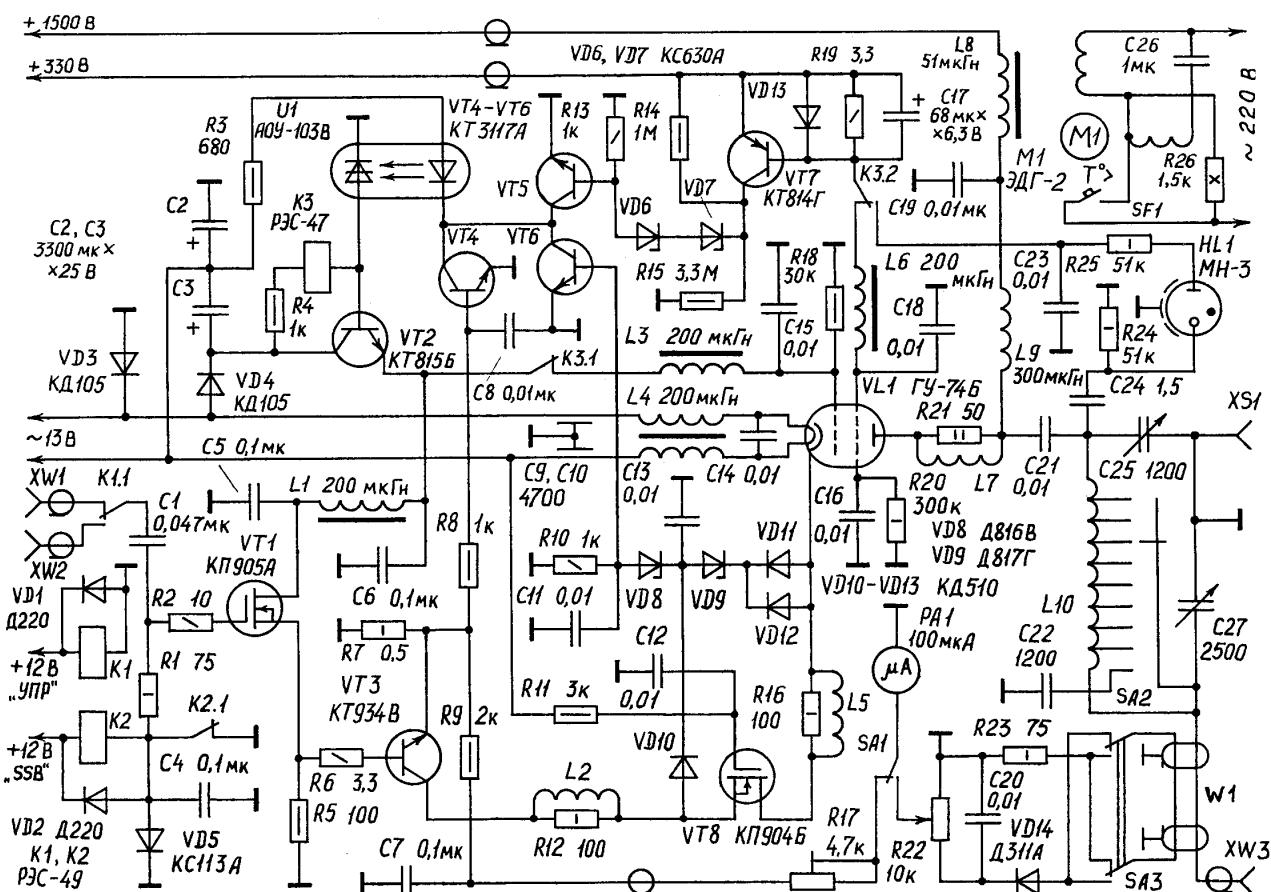

рис. 1
**Опис принципової схеми.** Схему підсилювача (рис.1) умовно можна поділити на дві частини: підсилювальну і допоміжну, що складається з елементів живлення та захисту. Головна особливість схеми – відсутність проміжних контурів і узгоджувальних трансформаторів, а також великий коефіцієнт підсилення потужності, що дозволяє "розкачати" підсилювач практично з будь-якого QRPP трансивера або трансвертера.